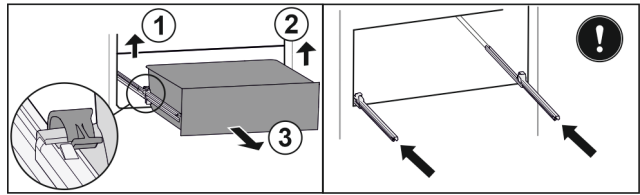

Fig. 82
- ▶ Linke Klemme anheben und gleichzeitig Schubfach links nach vorne ziehen. Fig. 82 (1)
- ▶ Rechte Klemme anheben und gleichzeitig Schubfach rechts nach vorne ziehen. Fig. 82 (2)
- ▶ Schubfach nach vorne entnehmen. Fig. 82 (3)